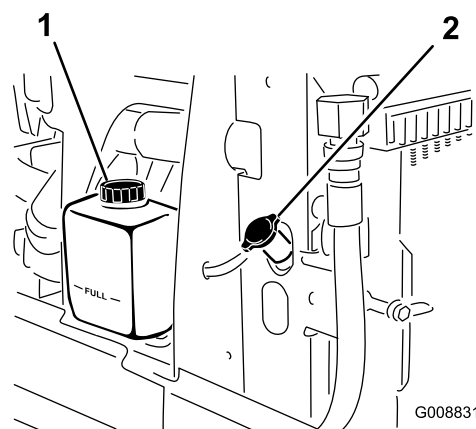

図 77
1. ラジエーターと補助タンクのふた (図 77) を注意深く開ける。